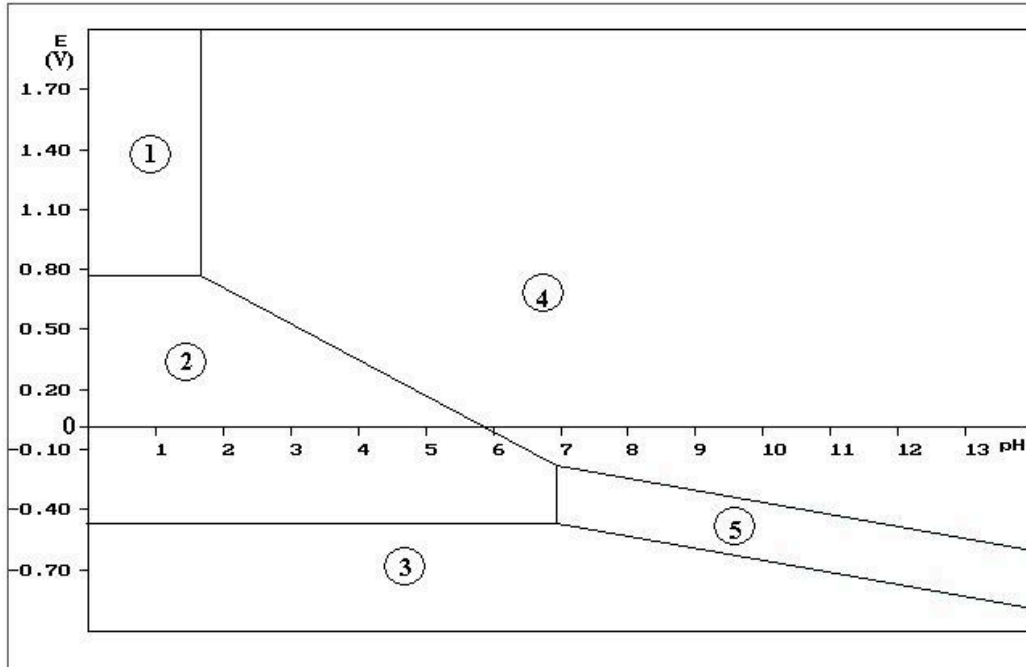

Figure 3 : diagramme potentiel-pH simplifié du fer
La figure 3 représente le diagramme potentiel-pH simplifié du fer. Les espèces prises en compte sont : Fe,  $\text{Fe}^{2+}$ ,  $\text{Fe}^{3+}$ ,  $\text{Fe}(\text{OH})_2$  et  $\text{Fe}(\text{OH})_3$ .
- 10- Affecter l'espèce correspondante à chaque domaine de prédominance ou d'existence numéroté de la figure 3. Justifier.